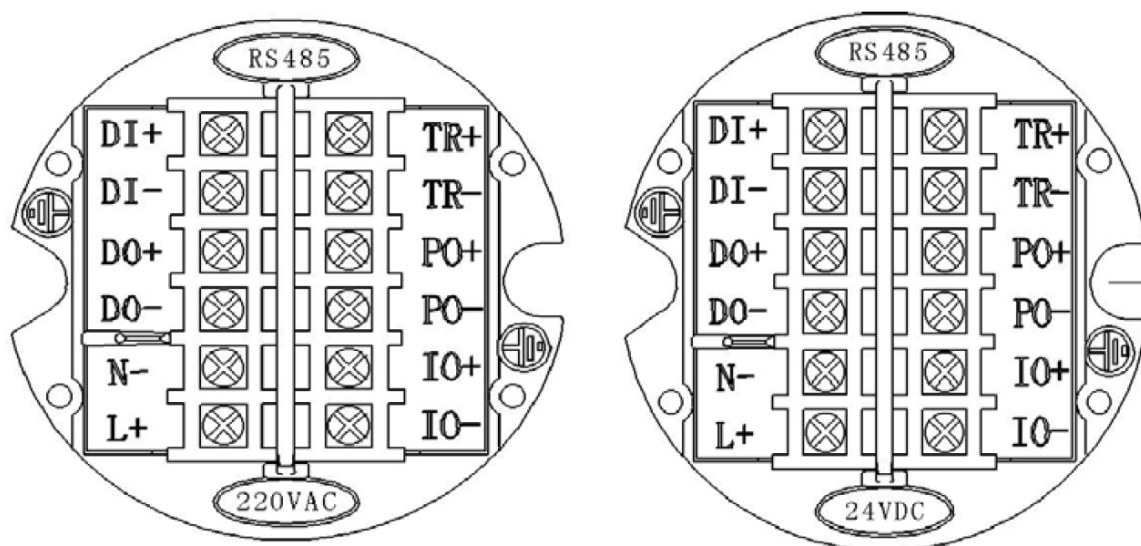

Рис.4. Клеммная панель расходомера компактного исполнения
3.7.3. Клеммная панель расходомера компактного исполнения приведена на рис.4.